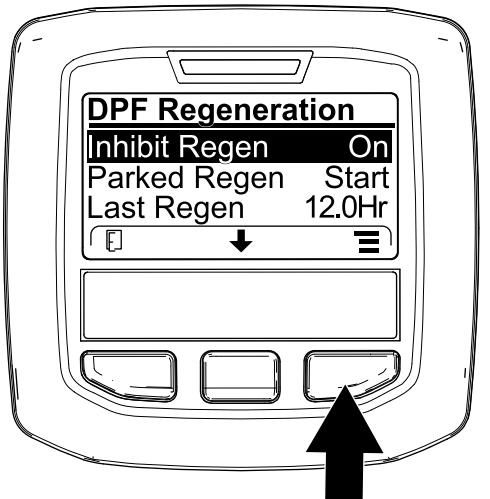

Bild 43
1. Navigieren Sie auf das Menü „DPF Regeneration“, drücken Sie die mittlere Taste und navigieren Sie auf die Option INHIBIT REGEN.; drücken Sie die rechte Taste, um den Eintrag „Inhibit Regen.“ auszuwählen (Bild 43).
2. Drücken Sie die rechte Taste, um die Einstellung für das Verhindern der Regenerierung von „On“ in „Off“ (Bild 43) oder von „Off“ in „On“ (Bild 44) zu ändern.